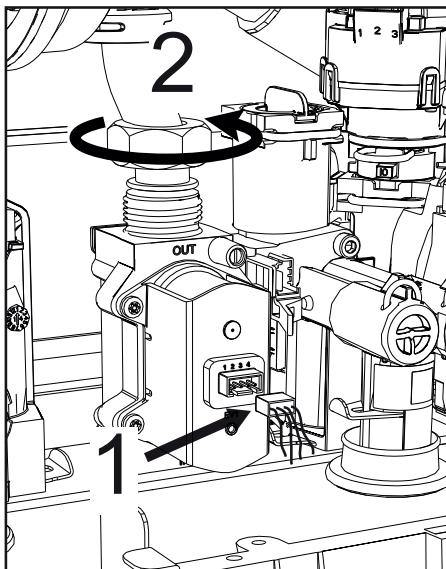

fig. 51 -
- Scollegare i connettori elettrici "1" ("fig. 51 -").
- Scollegare il tubo di alimentazione gas "2" ("fig. 51 -")